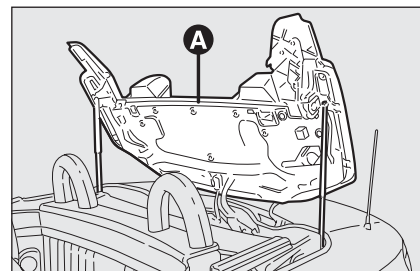
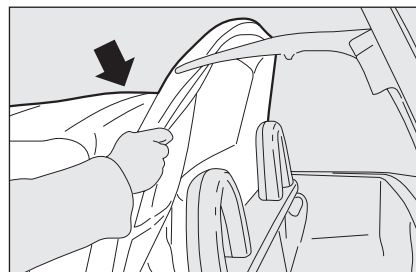

fig. 68
fig. 72
- ☐ chiudere il bagagliaio e successivamente aprire manualmente il copricapote **A-fig. 68**. Assicurarsi che nella fase di apertura, ruotando, il copricapote non danneggi il bagagliaio nella zona centrale. Nel caso in cui ci fossero dei rischi di collisione, agire con una forza verso il basso sullo sportello bagagliaio, nella zona di possibile contatto, per permetterne la rotazione;
- ☐ sollevare lentamente l'arcone della capote **fig. 72** e successivamente abbassare il copricapote **A-fig. 68**;